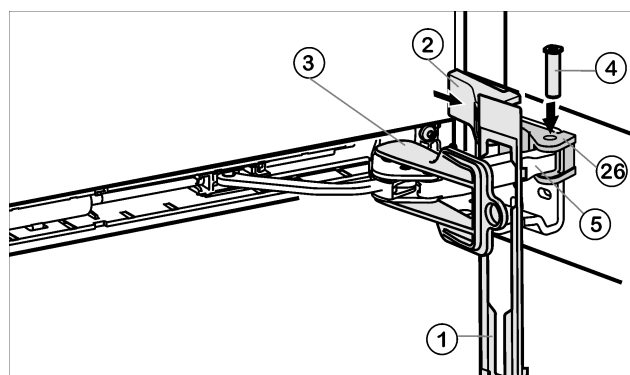

Fig. 13
- ▶ Hægtblænden Fig. 13 (1) i selvlukbøjlen, så holdetapperne peger fremad og mod forsiden mod apparatet.
- ▶ Trækselvlukbøjlen Fig. 13 (5) hen til lejedelen Fig. 13 (26) og stik boltene Fig. 13 (4) i igen oppefra, så at firkanten sidder i fordybningen.
- ▶ Sæt afdækningen Fig. 13 (2) på og lad den gå i hak.
- ▶ Tagsikringen Fig. 13 (3) af ved at dreje den.
- ▶ Lad blænden Fig. 13 (1) gå i hak i døren.